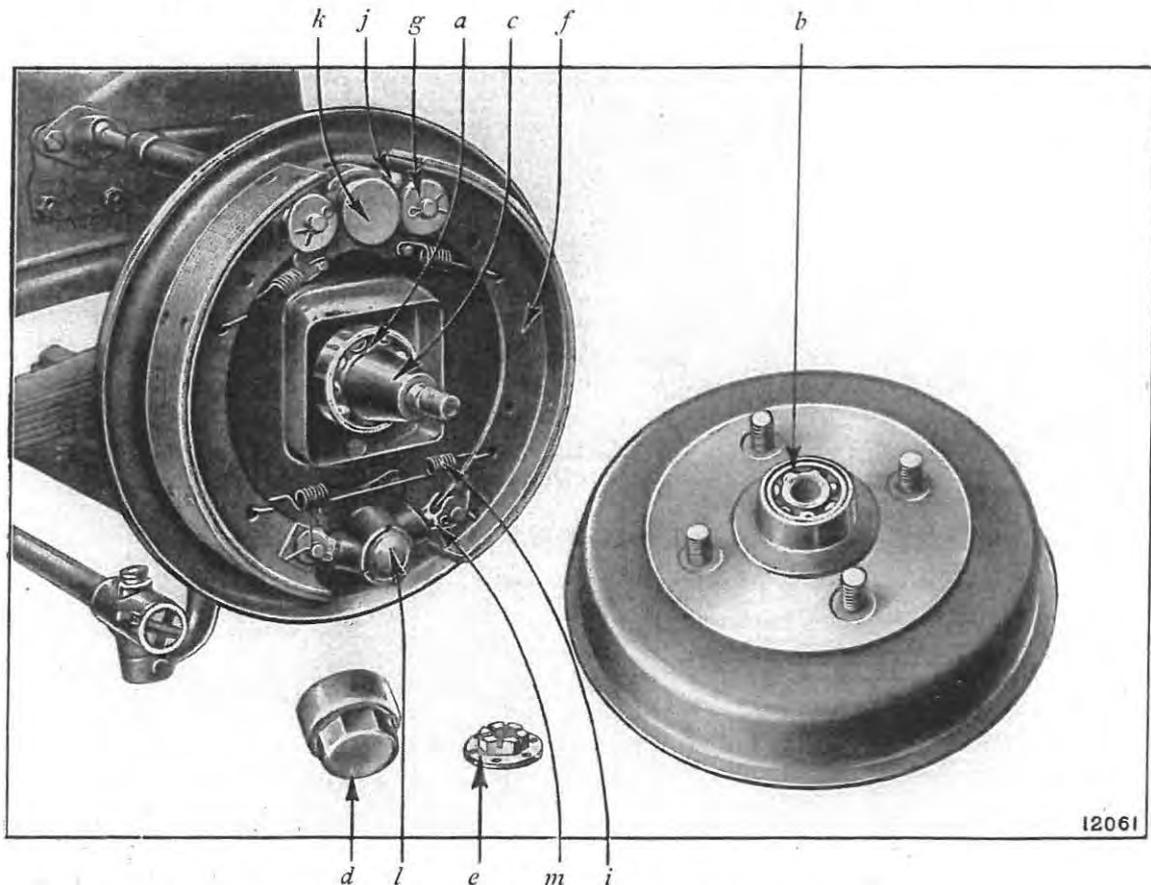

Fig. 77. — Démontage d'un frein de roue avant.
C. — DÉMONTAGE COMPLET D'UN FREIN DE ROUE AV (FIG. 77)
D. — REMONTAGE COMPLET D'UN FREIN DE ROUE AV (FIG. 77)